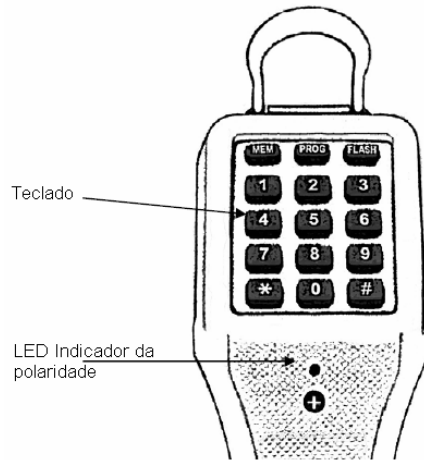

Figura 3
4.2 Teclado e indicador luminoso (Figura 3):